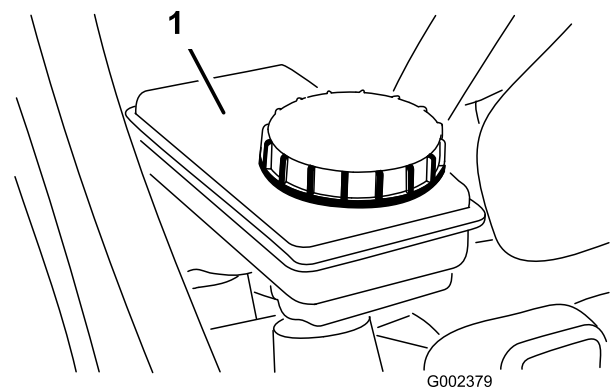

Figure 21
2. Le niveau de liquide doit atteindre le repère maximum sur le réservoir (Figure 21).